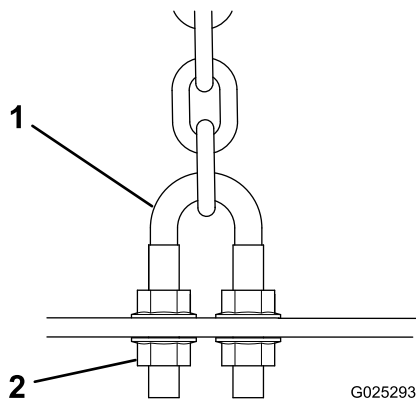
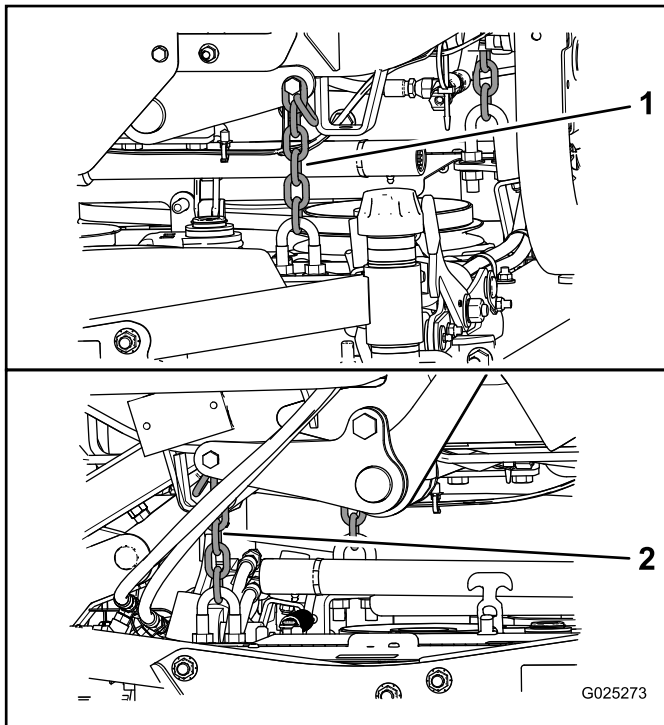

Bild 10
Bild 11
7. Stellen Sie die U-Bügel-Klemmmuttern (Bild 10) ein, mit denen die hinteren Mähwerkketten (Bild 11) am Mähwerk befestigt sind, um das Mähwerk hinten anzuheben, sodass die Messerneigung auf 8 mm bis 11 mm eingestellt ist.
8. Stellen Sie die Klemmmuttern ein, mit denen die Mähwerkketten am Mähwerk befestigt sind, bis das Mähwerk nivelliert ist (**Bild 11**).